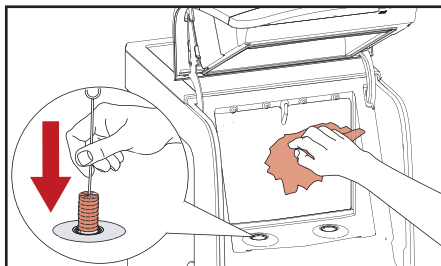

Fig. 5.7 - Reinig de koeling
4. Reinig de doseertuit opening met een spiraalborstel en de binnenkant van de koeling met een schone vochtige doek (fig. 5.7). Droog met een schone papieren doek.